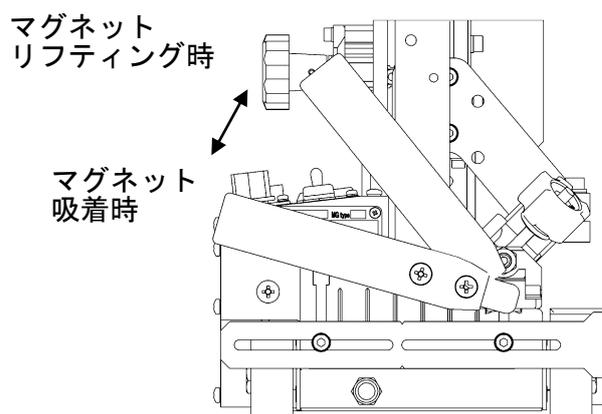

図4 マグネットレバー
- (6) ガイドローラを立板に押し当て台車を溶接位置にセットします。
(7) マグネットが吸着するように、図4を参考にマグネットレバーを押し下げます。
(8) 前後、上下調整スライドユニットのハンドルを回し、トーチの位置合わせをします。
(9) 台車の走行方向を走行方向切替スイッチで選択し、走行速度調整つまみで走行速度をセットします。
(10) スタート位置を決めます。